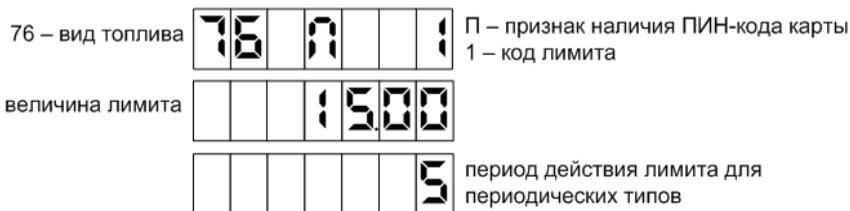

Рисунок 31
12.8 При выборе пункта 7 (**просмотр и редактирование карт и лимитов**) на табло ТРК отобразится экран ввода карты. Необходимо приложить карту к считывателю или ввести ее код с клавиатуры, после чего отобразится информация о лимитах (рисунок 31). Кнопками  или  производится переход по видам топлива.